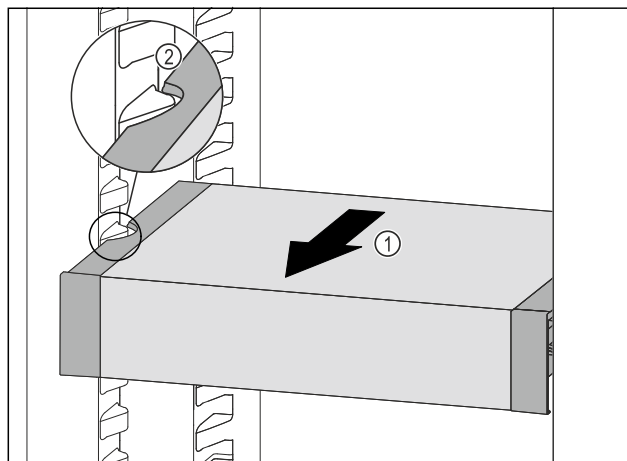

Fig. 116
- VarioSafe naar voren trekken Fig. 116 (1), tot de uitsparingen aan de zijkant van de VarioSafe zich ter hoogte van de rib in het koelgedeelte bevinden. Fig. 116 (2)